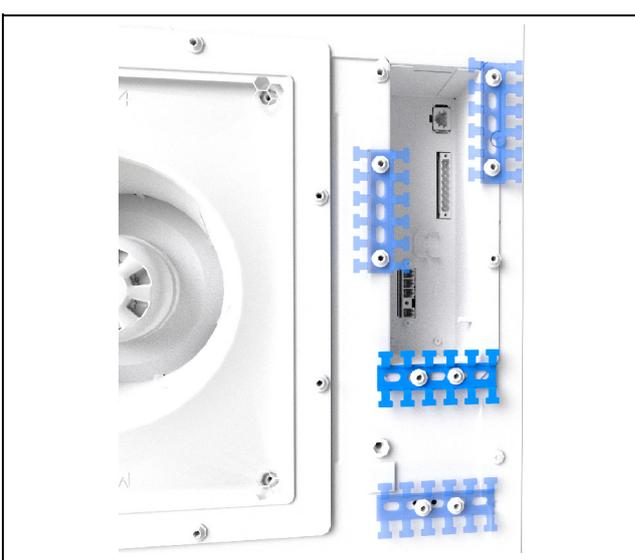

Fig. 19: Applicazione della guida con profilato dentellato (figura a titolo d'esempio)
- Il cavo dei segnali può essere collegato ai contatti della guida portacavi con profilo dentellato (fig. 19).